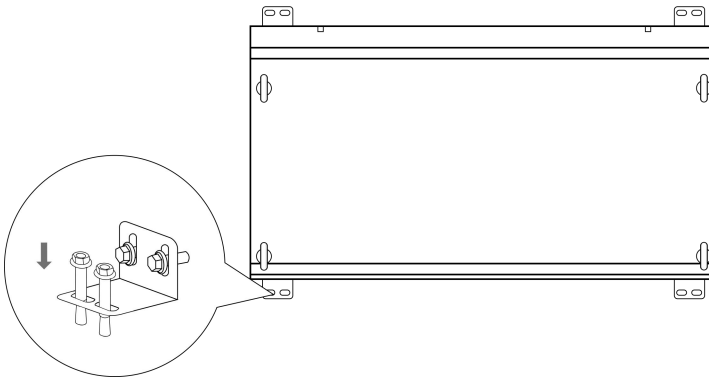

Рисунок 2-3
4. Зафіксуйте 4 кутники на підлозі за допомогою 8 анкерних болтів (M16*100) (Рисунок 2-3).